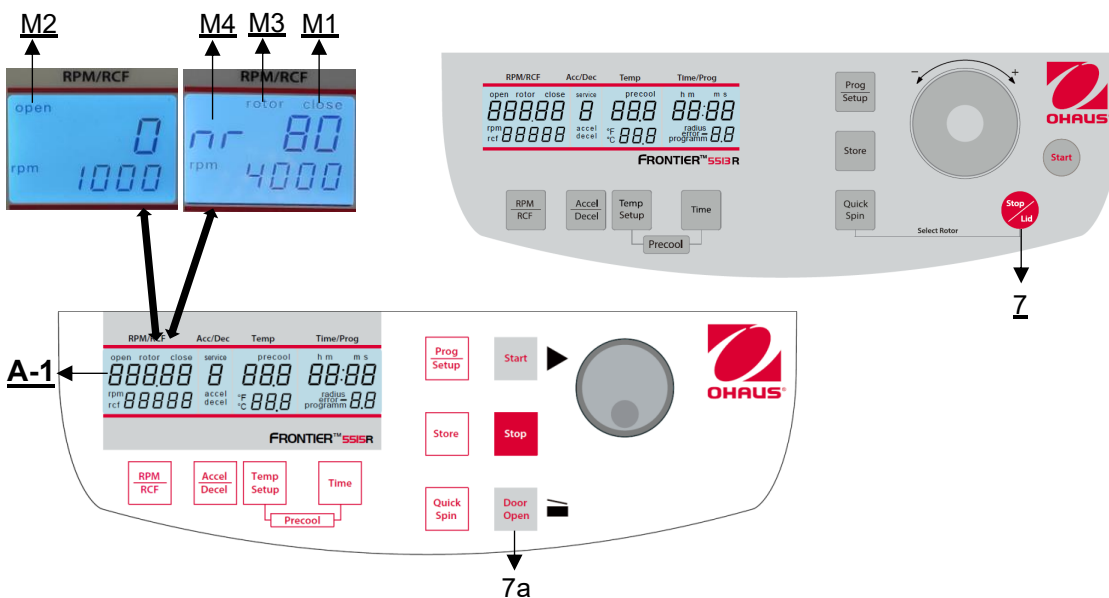

Figure 11
Après le cycle, lorsque le couvercle de la centrifugeuse reste fermé, le mot **"close"** (M1) continue d'apparaître sur l'écran **"RPM | RCF"** (A-1). En même temps, le numéro d'identification du rotor, par exemple **"nr 80"**, est affiché sur l'écran (M4). Dès que le couvercle est libéré en appuyant sur la touche **"Door Open"** (7a) ou **"Stop | Lid"** (7) ou, le mot **"open"** (M2) apparaît. Vous pouvez maintenant ouvrir le couvercle de la centrifugeuse. Veuillez vous référer à la figure 11 ci-dessous.
Veillez vous référer à la **figure 11**.